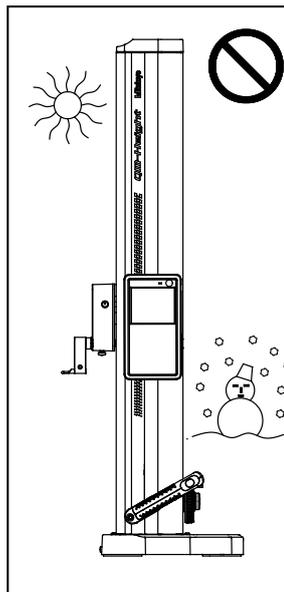

Abb. 2
- Benutzen Sie das Messgerät nicht an Standorten, an denen es direkter Sonneneinstrahlung, Durchzug oder heißer Luft ausgesetzt ist (Abb. 2).